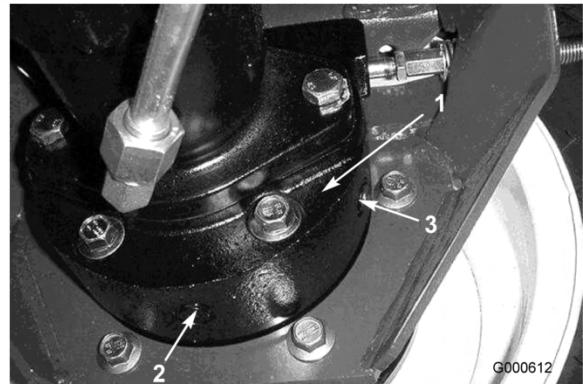

Bild 44
- Stellen Sie ein weiteres Auffanggefäß unter das Bremsgehäuse an der anderen Seite des Rads (Bild 44).